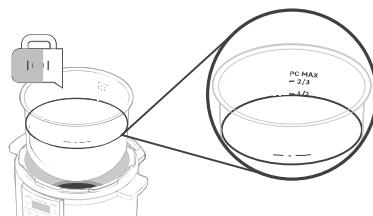

Abbildung 8.1
2. Füllen Sie den Innentopf bis zur „½“ Linie mit Wasser. [Abbildung 8.1]